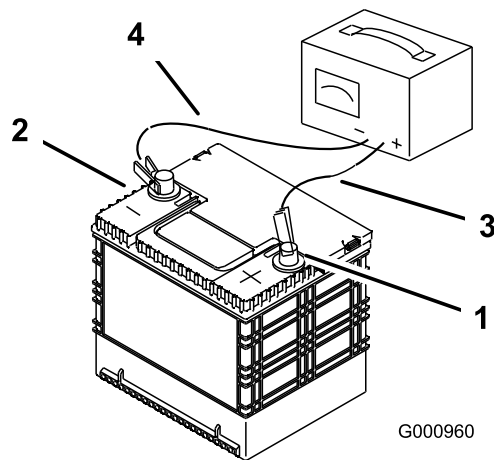

Figura 60
3. Cuando la batería esté completamente cargada, desconecte el cargador de la toma de electricidad, luego desconecte los cables del cargador de los bornes de la batería (Figura 60).